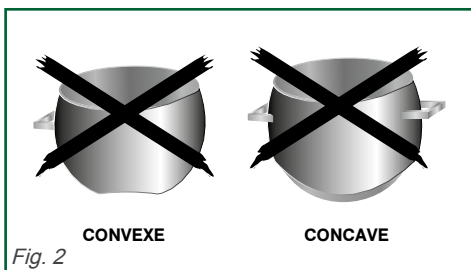

Fig. 2
- N'utilisez pas de récipient à fond concave ou convexe sans le support adéquat (Fig. 2).